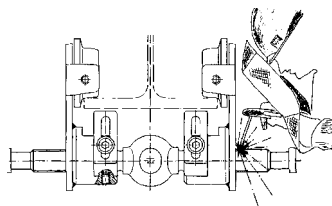

Fig. 4
- Lassen aan de loopkat is niet toegestaan. (fig. 4)